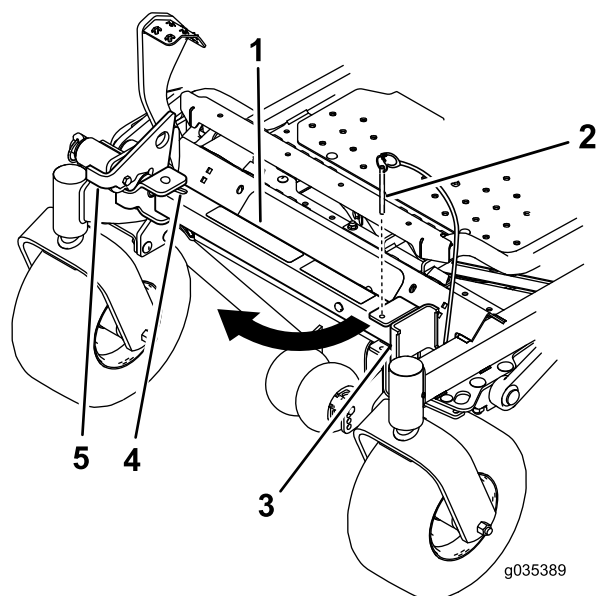
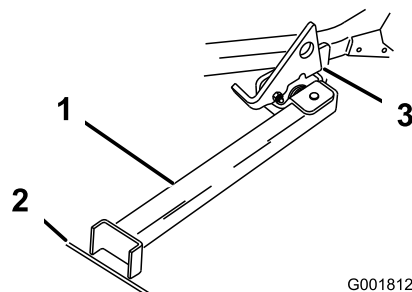

Figura 44
Figura 45
2. Retire el pasador del soporte (Figura 44).
4. Gire el pie del soporte hacia adelante, y deslice el soporte hacia la máquina, hasta que encaje en la parte de abajo de la ranura (Figura 44 y Figura 45).
5. Ponga el pie del soporte en el suelo con el enganche descansando sobre la pestaña de giro (Figura 45).
Nota: Para obtener los mejores resultados, coloque el pie del soporte en una ranura de la acera o en el césped (Figura 45).
7. Conduzca la máquina sobre el soporte. Pare cuando el enganche caiga por encima de la pestaña a la posición bloqueada (Figura 45).
5. Ponga el soporte de nuevo en su posición de descanso (Figura 44).